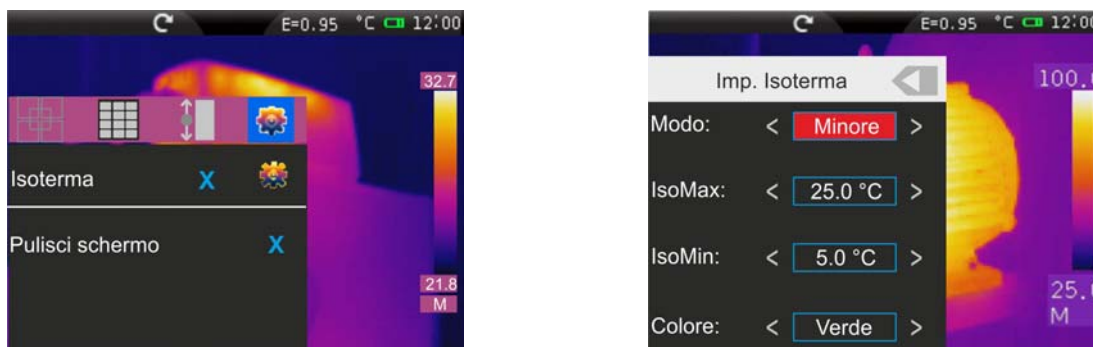

Fig. 59: Impostazioni strumento Isoterma
Nel Menu Immagine, toccando l'icona "🔧" è possibile selezionare la funzione Isoterma oltre ad attivare una funzione di pulizia dello schermo. Le seguenti opzioni sono disponibili (vedere Fig. 59)
2. Toccare l'icona "🔧" per la definizione delle caratteristiche dell'Isoterma. La videata di Fig. 59 è mostrata a display. Il significato delle voci è il seguente: